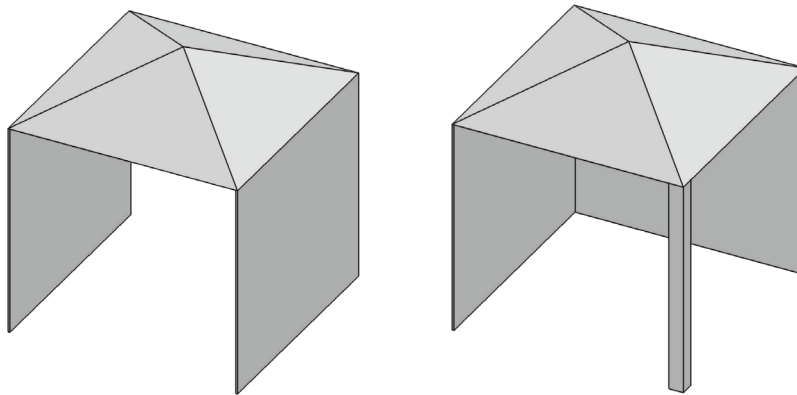

FIG. 2
Installation à l'intérieur d'une enceinte partielle qui comprend un recouvrement sur le dessus et deux murs latéraux au maximum. Ces murs peuvent être parallèles l'un par rapport à l'autre, comme dans un passage couvert, ou former un angle droit (FIG. 2).
2. Insérez les 3 boulons fournis (Type 2) dans les 3 fentes (FIG. 2).